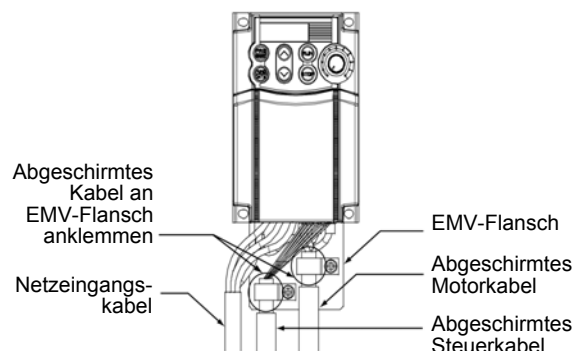

Bild 11-3-2 Anschluss abgeschirmter Kabel
- 2) Verwenden Sie ein abgeschirmtes Kabel für den Motor und verlegen Sie es so kurz wie möglich. Klemmen Sie den Schirm am Flansch an, um das Kabel zu erden. Verbinden Sie anschließend die Abschirmung elektrisch mit der Erdungsklemme des Motors. (Siehe Bild 11-3-2)